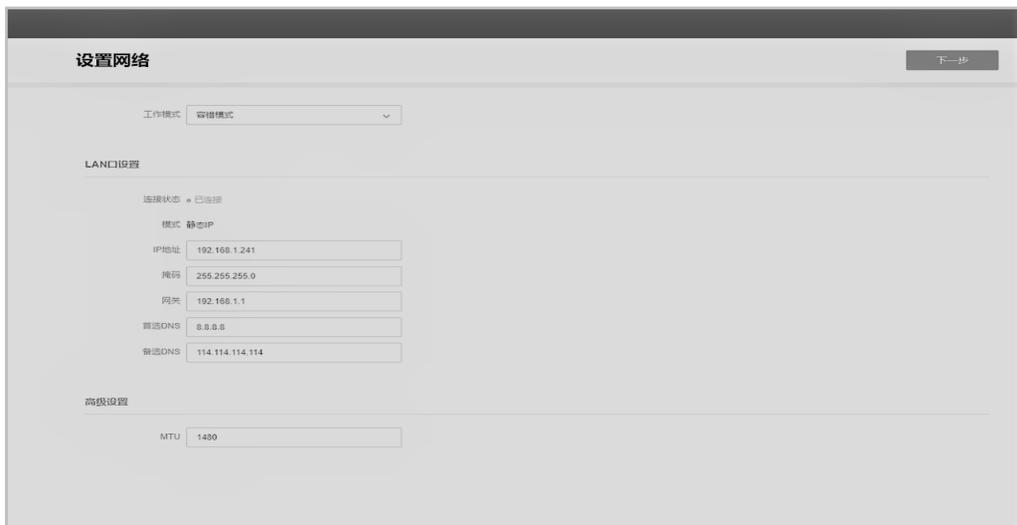

图4-2 设置网络
4. 进入**设置向导 >> 网络设置**页面，选择网卡工作模式，网卡默认IP地址为192.168.1.241。若无特殊使用要求，建议使用默认网络配置，设置完成后，点击<下一步>进入服务器设置页面，如图 4-2。